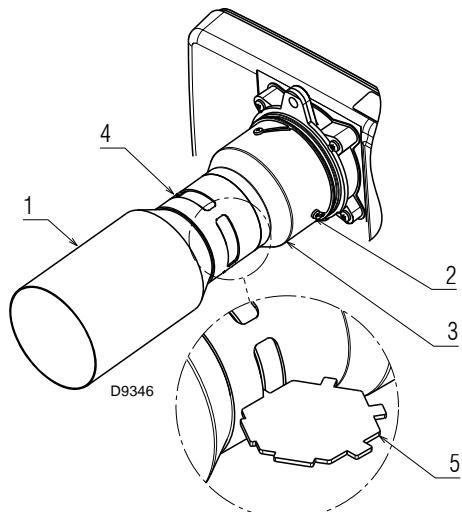

Abb. 19
- Schrauben 2) (Abb. 19) lockern und das Flammrohr 3) leicht drehen. Der wünschte Öffnungswert wird aus Tab. A, Seite 17 ersichtlich. Zur Einstellung kann die beiliegende Schablone 5) verwendet werden, wie Abb. 19 zeigt.